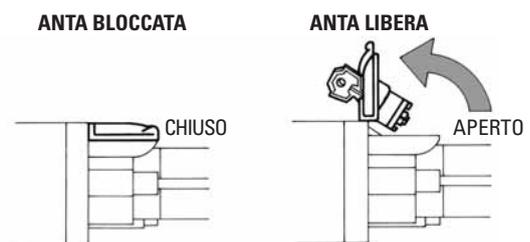

FIG. 2 - Particolare funzionamento sblocco
Per la rimozione del cofano e la successiva installazione è bene innanzitutto capire come è possibile sbloccare il pistone: spostare lateralmente il **coperchietto copri serratura**, quindi inserire la chiave in dotazione e una volta girata su se stessa di 90° in senso orario si può sbloccare alzando il **coperchio di sblocco** (Fig. 2). Una volta aperto bisogna svitare le due viti che tengono il cofano e quindi sfilare. Contemporaneamente si deve svitare la vite del **coperchio fondello** così lo si predispone per tutte le fasi d'installazione.
- A questo punto il NUPI 66 è installato sull'anta in modalità di blocco con il **coperchio di sblocco chiuso**, se aperto si sblocca (Fig.2 pag.2) e si può aprire l'anta spingendo a mano. Per alimentare elettricamente il pistone bisogna togliere il **Fermacavo**, inserire il cavo elettrico nell'apposito foro e collegarlo alla **morsettiera**: il comune è il morsetto centrale, le due fasi sono i morsetti laterali (Fig.9 pag.4) ai quali va collegato in parallelo il **Condensatore** in dotazione, poi rimettere e fissare il **Fermacavo**.